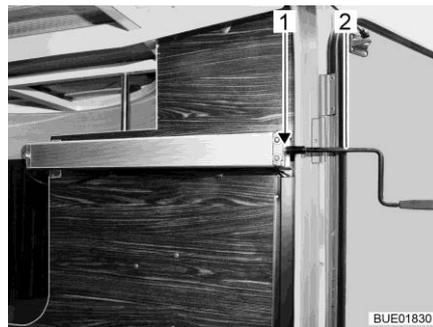

Fig. 125 Manivela en el garaje trasero
- Encajar la manivela (Fig. 125,2) en la espiga (Fig. 125,1).